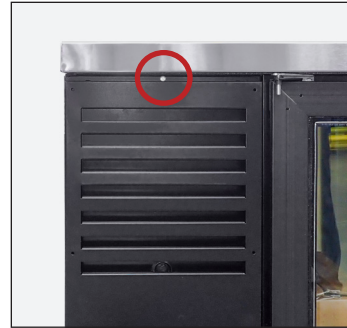

Fig. 1. Tire de la parte superior de la cubierta hacia delante y luego levántela.
2. Con un destornillador Phillips, retire la rejilla del gabinete. Véase la fig. 1.